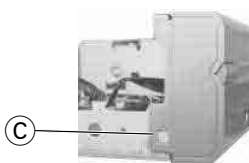

Fig. 3
- Rasthaken **C** (Fig. 3) auf beiden Seiten lösen und Frontblende abnehmen.
- Release the catches **C** (Fig. 3) on both sides and remove the front panel.